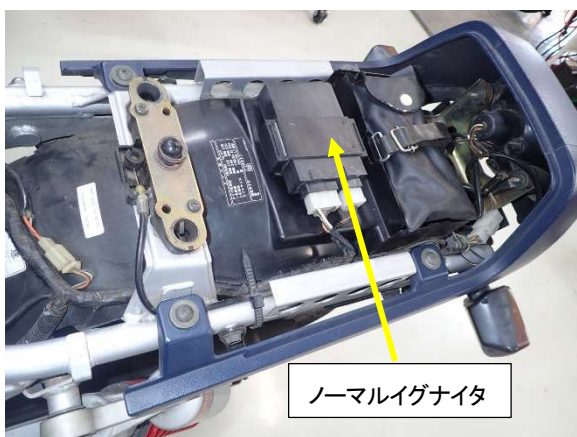

図1
- ①シートを外しノーマルイグナイタユニットを取外して下さい(図1)。